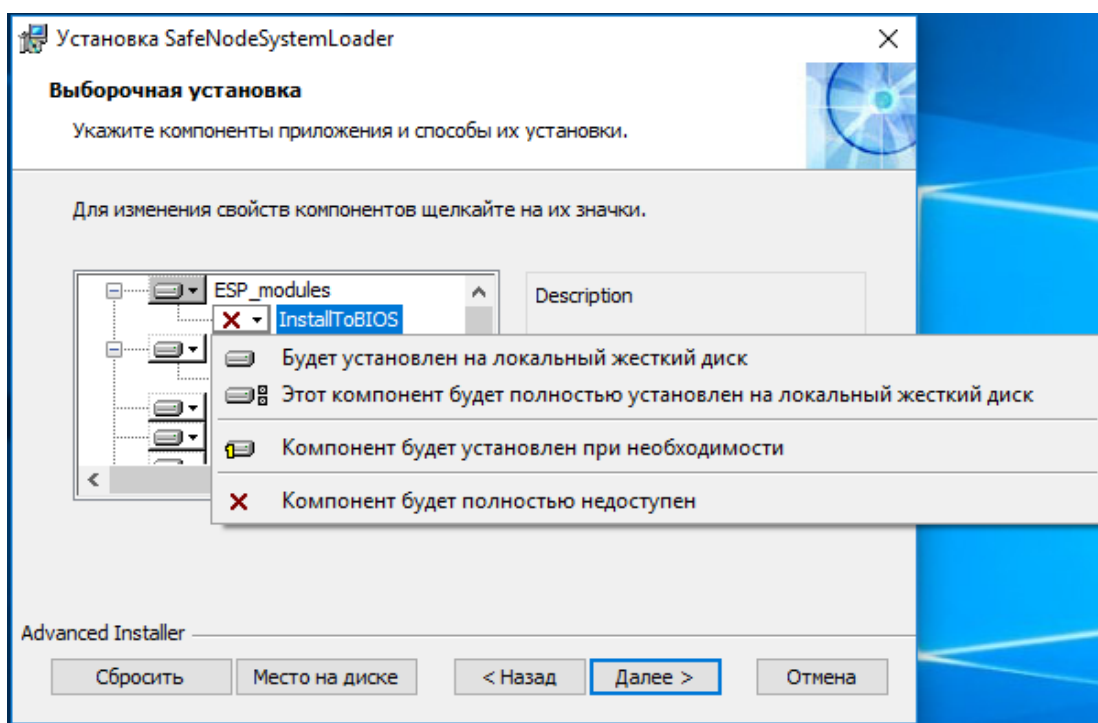

Рисунок 3.11 – Выборочная установка
3.3.7 В окне выборочной установки компонентов необходимо для ESP модулей выбрать **«Будет установлен на локальный жесткий диск»** или **«Этот компонент будет полностью установлен на локальный жесткий диск»** и нажать **«Далее»** (рисунок 3.11).